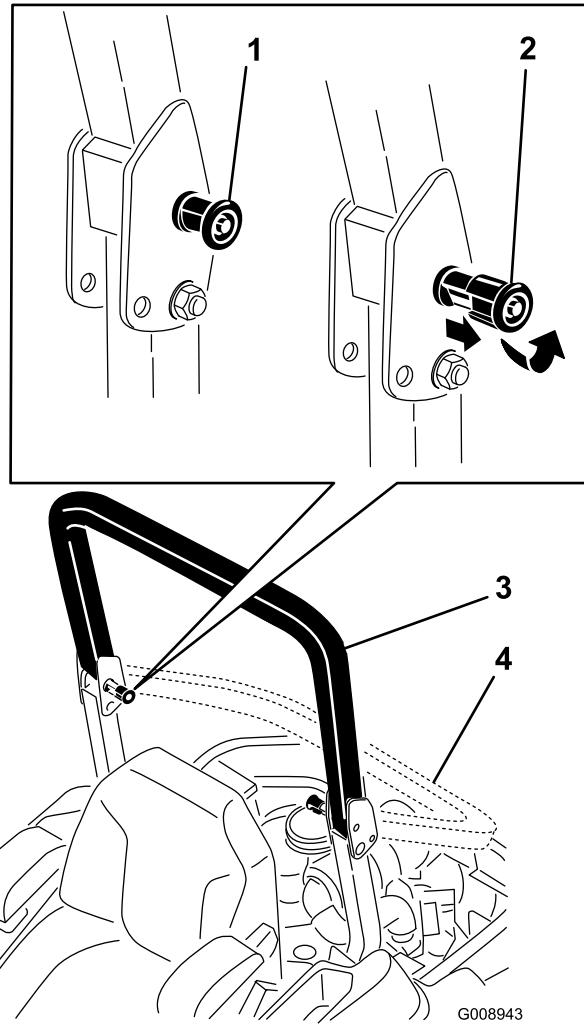

Figura 7
2. Tire de ambos pomos hacia fuera y gírelos 90° para desengranarlos (Figura 7).
3. Coloque la barra antivuelco en la posición de bajada (Figura 7).
4. Para elevar la barra anti-vuelco, suba la barra a la posición de uso, y gire los pomos para que se introduzcan parcialmente en las ranuras (Figura 7).
5. Eleve la barra a la posición vertical, presionando sobre la parte superior de la misma; las clavijas encajarán en cuanto se alineen con los orificios (Figura 7). Presione sobre la barra para asegurarse de que las clavijas han quedado encajadas.